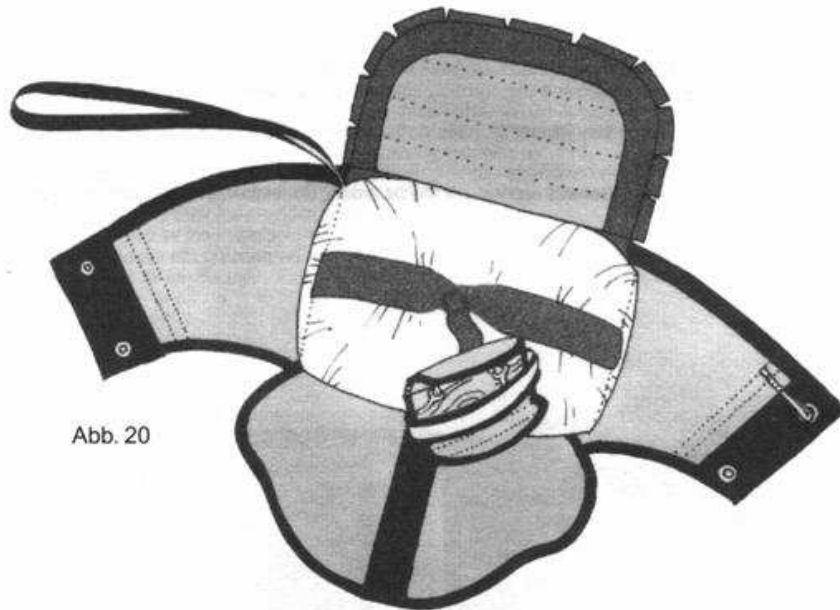

Abb. 20
1. Der im Innencontainer, fertig gepackte Rettungsschirm wird mit der Öffnung nach unten gemäß Abb. 20 auf den Easy Go Containerboden gelegt.
The reserve, packed in its inner container is placed with its opening facing down on the Easy Go container base, as shown in figure 20.